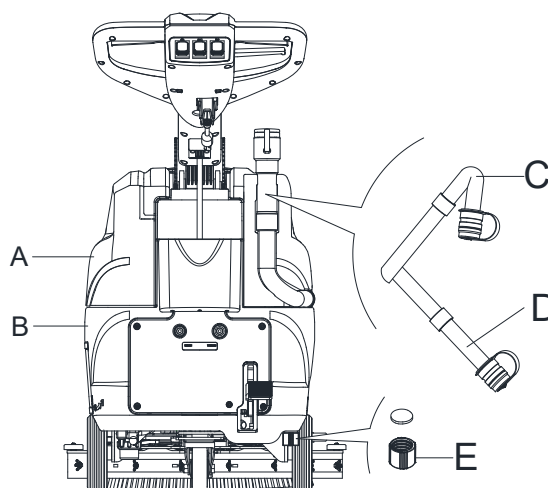

Figura 10
Ao drenar a água residual, o tubo de aspiração para resíduos deve ser dobrado (C, Figura 10) e abaixado para uma posição mais baixa (D, Figura 10) e, em seguida, abrir a tampa do tubo de aspiração para que os resíduos drenem a água. Não direcione para cima o tubo de aspiração para lixo. Assim evita que a água suja seja entornada em cima do operador.
8. Esvazie o tanque de solução através da saída (E, Figura 10). Quando terminar, limpe o tanque com água limpa.
2. Esvaziar os tanques (A e B, Figura 10) como mostrado no parágrafo anterior.